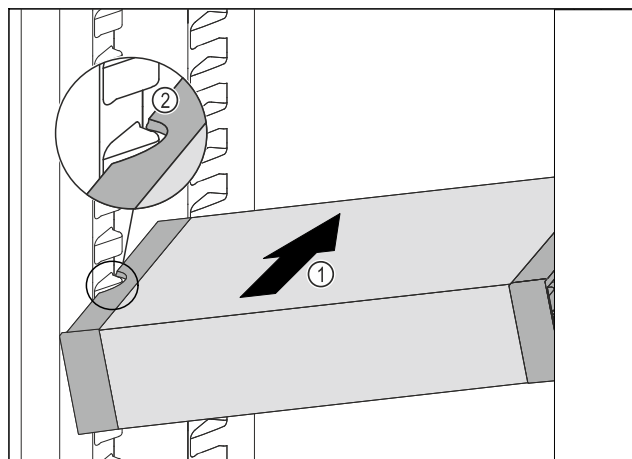

Fig. 207
- Futni pjerrtas VarioSafe në pjesën e ftohjes Fig. 207 (1), derisa foletë anësore Fig. 207 (2) të VarioSafe të jenë në lartësinë e brinjëve të kutisë në pjesën e ftohjes.